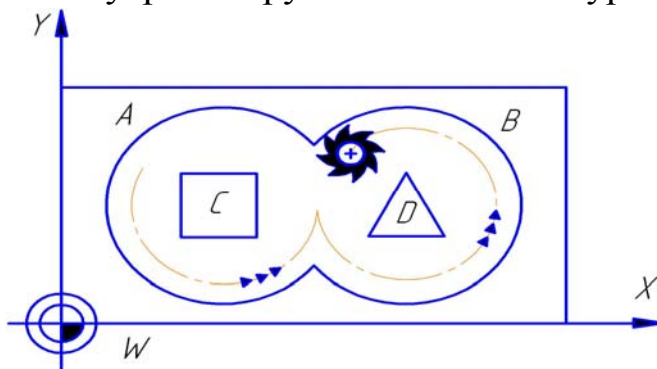

Рис. 4.81. Протягивание контура
3. При этом контуры островов С, D фрезеруются с приближением к контуру кармана А, В (рис. 4.81).